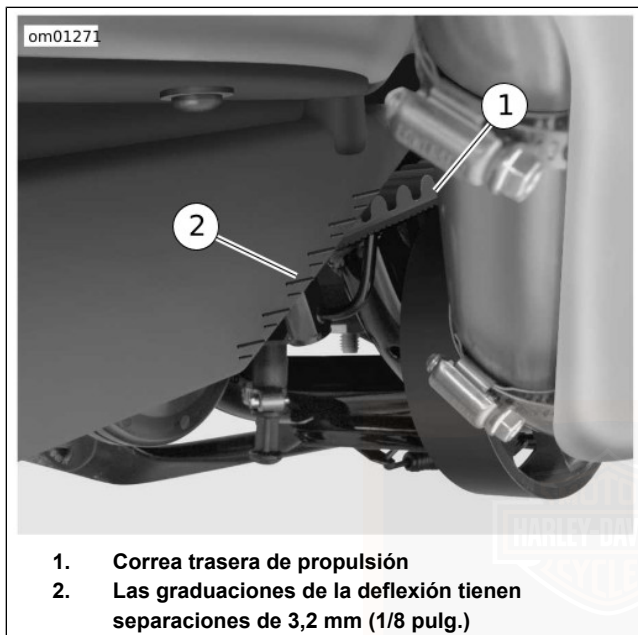

Figura 43. Deflexión de la correa: Modelo XR 1200
- a. Vea la Figura 43. En el modelo XR 1200, tome nota de la posición de la correa de acuerdo con las graduaciones en la parte delantera del deflector de suciedad.